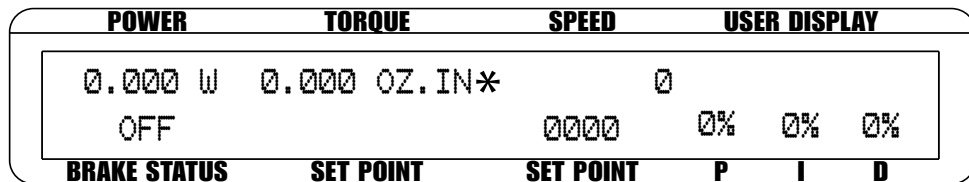

Bild 6–6 Tarier-Funktion aktiviert
3. „*“-Indikator wird angezeigt (wie in *Bild 6 – 6 Tarier-Funktion aktiviert dargestellt*)